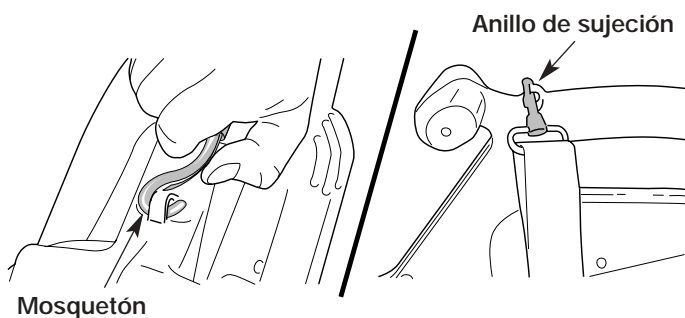

Fig. 7
4. Enganche el mosquetón metálico del arnés en el anillo de sujeción que se encuentra en la parte superior del asa (Fig. 7).